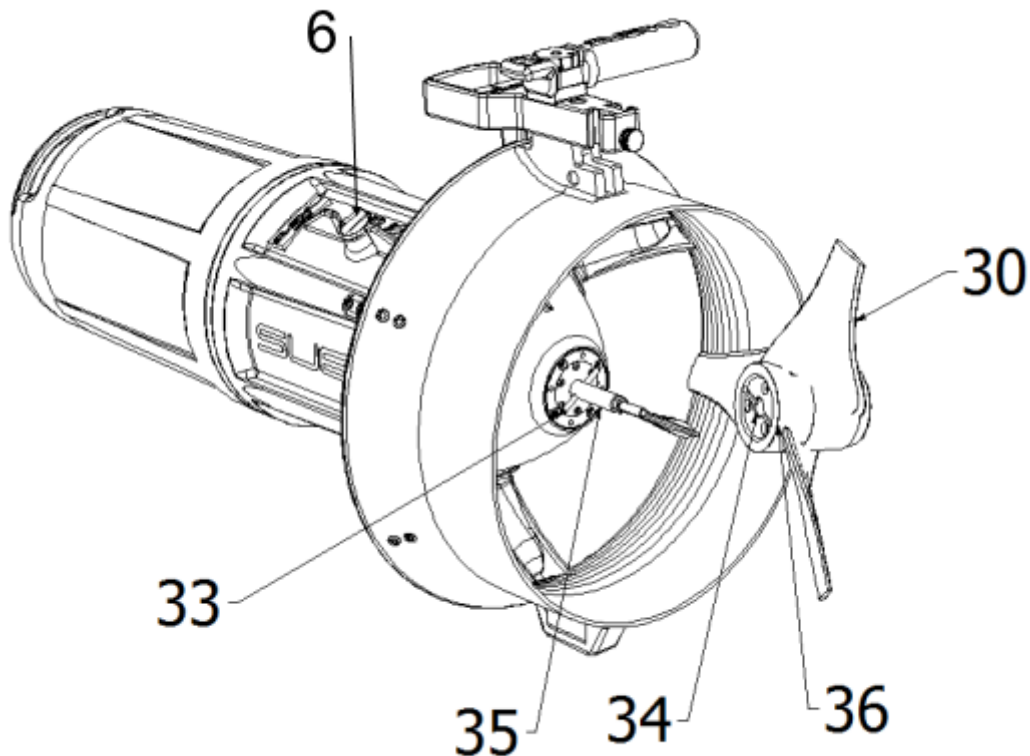

Fig.6 - Inserimento dell'elica
Infilare l'albero motore dello Scooter (35 - Fig.6) nel foro dell'elica (36), girare l'elica (in senso ORARIO) fino a quando la spina (33) si trova a combaciare con la sede (34) dell'elica. Quando si sentirà uno scatto l'elica smetterà di girare. Proseguire ruotando (in senso ORARIO) l'interruttore (6) con la sola forza delle dita, **SENZA FORZARE**.